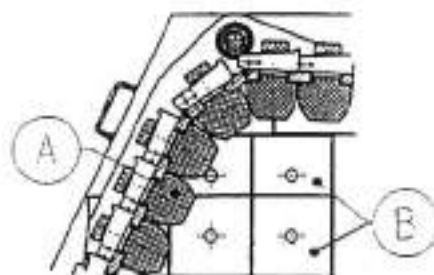

fig. 12
- una serie di corazze (fig. 12/A), identiche fra loro a parte l'ultima, in basso, detta corazza terminale, che hanno la funzione di creare una robusta superficie di impatto per il materiale che vi viene proiettato contro dai martelli. Sono costruite in **acciaio al Manganese** o **lega al Cromo**; la scelta dipende dalle caratteristiche del materiale da frantumare (pezzatura e grado di abrasività). Le corazze appoggiano su una lamiera curva di spessore notevole, detta portacorazze, che fa da sostegno.
- una serie di piastre (fig. 12/B), di vario profilo, che servono a proteggere dall'usura le fiancate. Vengono costruite in **acciaio al Manganese**, in **lega al Cromo** oppure in **lamiera speciale antiusura**, la cui scelta dipende, anche qui, da fattori legati alle caratteristiche del materiale.